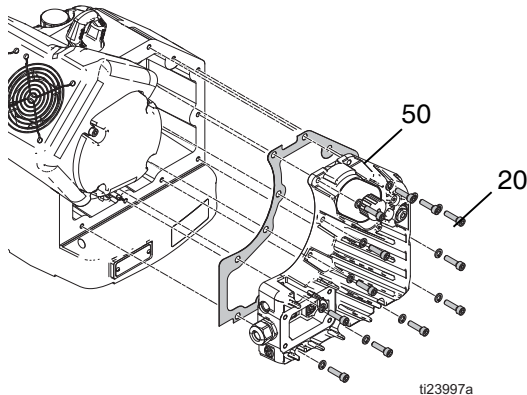

FIG. 20: Desmontaje de la tapa del sistema electrónico
3. Instale la tapa del sistema electrónico (50) y apriete 12 tornillos (20). Apriete con un par de 20-27 N•m (15-20 lb-pie). Consulte la FIG. 20 en la página 16.
3. Retire 12 tornillos (20) y las arandelas de la tapa del sistema electrónico (50). Consulte la FIG. 20 en la página 16.